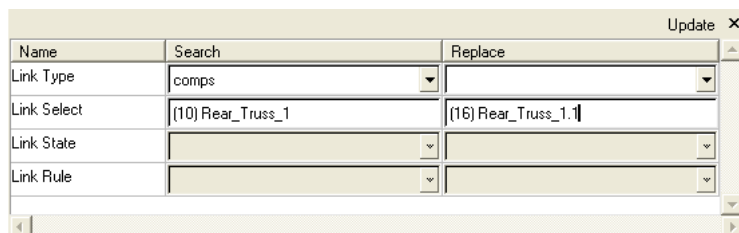

图 6-64 选择 Rear_Truss_1.1
- (6) 单击 Replace 栏下的 Link Select 框。
- (7) 单击 component，选择 Rear_Truss_1.1，如图 6-64 所示。
- (8) 单击 proceed 按钮，选择该 component。